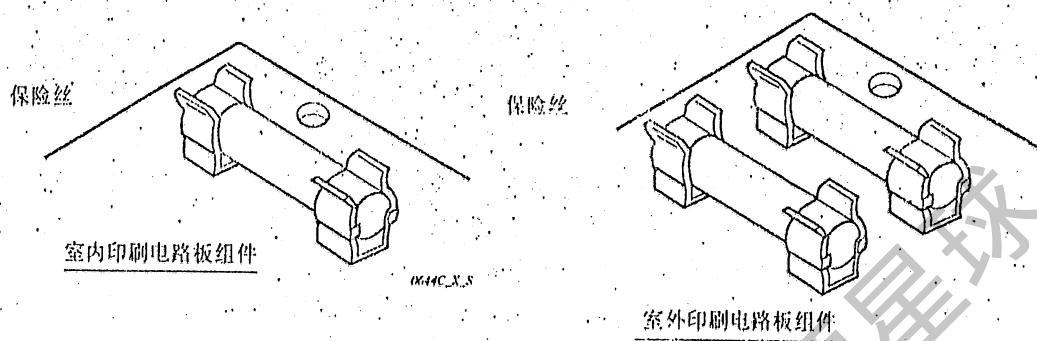

图 46
⑩ 室内和室外印刷电路板组件的保险丝.....室内和室外的两个机组内
- 从电气元件盒中取出印刷电路板组件。然后，从印刷电路板组件拔出保险丝。(图46)